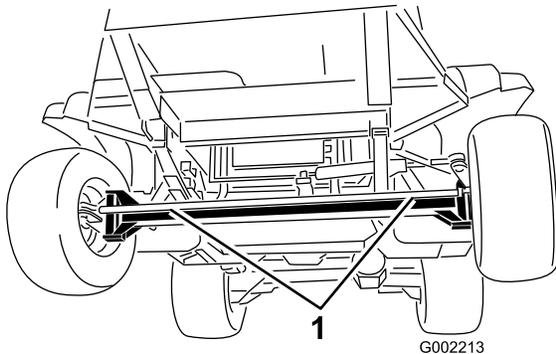

**Figure 36**
1. Tournez la vanne de remorquage (Figure 36) de 90° dans un sens ou dans l'autre pour l'ouvrir.